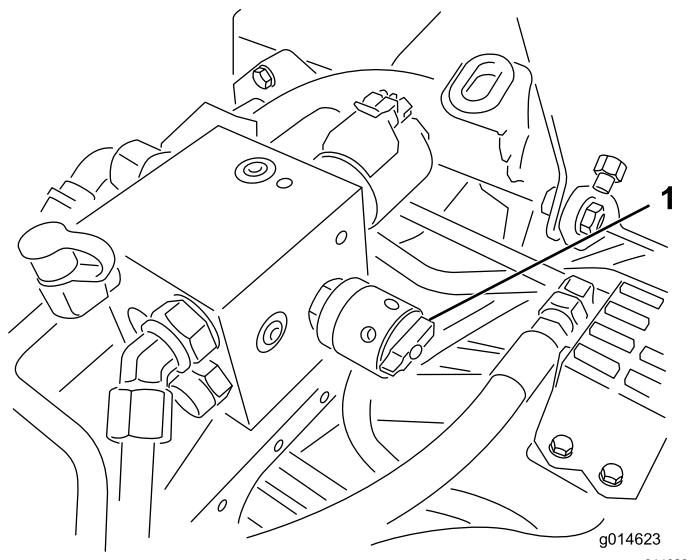

Figura 52
6. Girate il comando di velocità dei cilindri in posizione 1 Figura 52.